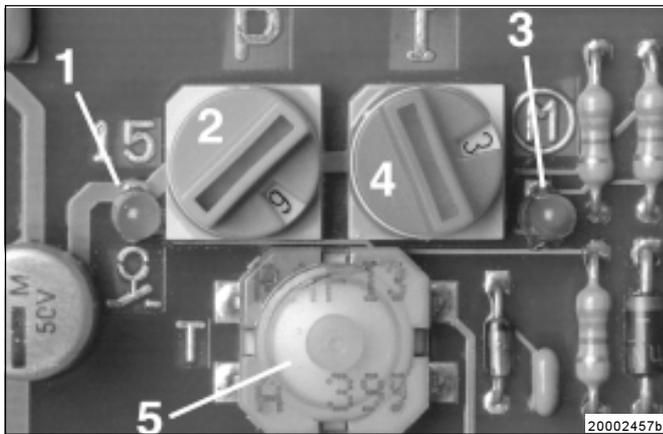

Abb. 12: - Leuchtdioden der Steuerplatine
Hinweis: Bei Schalterstellung 0 erfolgt eine Störungsmeldung an der rechten Leuchtdiode 3 Bild 12. Gleichzeitig wird automatisch die werkseitig eingestellte Arbeitszeit angenommen.
- Ist einer der beiden Drehschalter 2 und /oder 3 Abb. 12 auf 0 gestellt, erfolgt eine Störungsmeldung an der rechten Leuchtdiode 3.
Taster 5 Abb. 12 dauerhaft betätigt (Kurzschluß)
- Ob Spannung an der Steuerplatine anliegt, ist am Aufleuchten der linken Leuchtdiode (LED) 1 Abb. 12 erkennbar.
• Störung: Rechte Leuchtdiode 3 Abb. 12 blinkt
<ul style="list-style-type: none"> • Einer der beiden Drehschalter 2, 4 Abb. 12 steht auf 0. Anzeige: 4 maliges Blinken; • Kurzschluß am Drucktaster 5 Abb. 12 oder falls vorhanden am Leuchtdrucktaster oder an deren Anschlußteilen Anzeige: 3 maliges Blinken; 	<ul style="list-style-type: none"> • Drehschalter auf eine Zahl oder einen Buchstaben einstellen • Prüfen, ob sich der Kurzschluß auf der Steuerplatine oder falls vorhanden am Leuchtdrucktaster befindet. Notfalls Steuerplatine oder Leuchtdrucktaster austauschen.